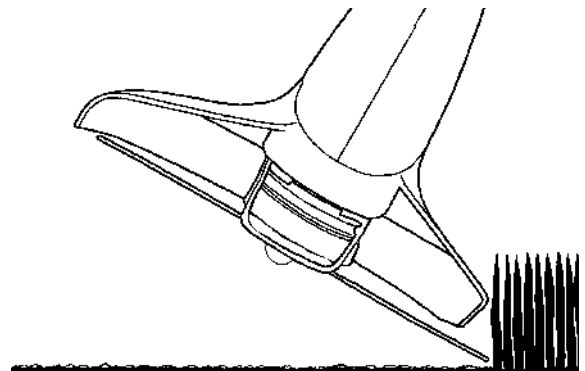

Fig. 13
7. **REMOVER VEGETACIÓN** (Fig. 13). Gire la unidad 30 grados hacia la izquierda. Ajustando el maneral tendrá mejor control de esta operación. Siempre mantenga una distancia de 50 pies (15 metros) de cualquier persona o animal. No intente hacer esta operación si existe la posibilidad de que alguna partícula pudiera dañar al operador, a otras personas o pueda dañar objetos.